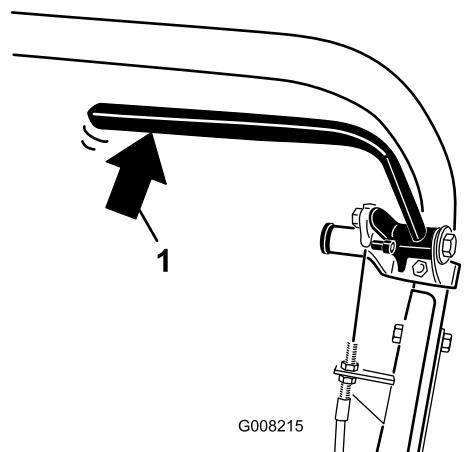

Рисунок 33
- Используя пружинные весы, отожмите рычаг рабочего тормоза назад (Рисунок 33). Отпускание тормоза должно происходить при приложении усилия 13,5–18 кг. Если стояночный тормоз отпускается раньше, чем будет приложено усилие 13,5–18 кг, отрегулируйте тросик тормоза.